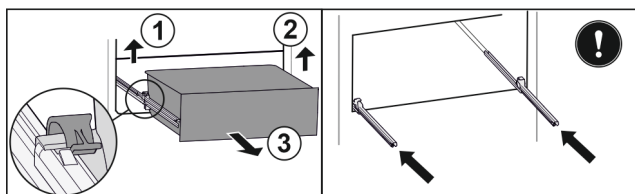

Fig. 117
- ▶ Linker klem optillen en gelijktijdig lade links naar voren trekken. Fig. 117 (1)
- ▶ Rechter klem optillen en gelijktijdig lade rechts naar voren trekken. Fig. 117 (2)
- ▶ Lade naar voren toe verwijderen. Fig. 117 (3)